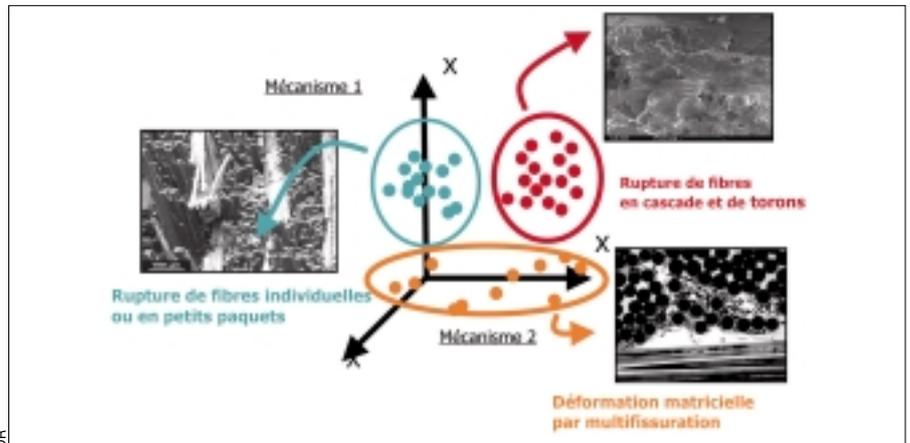

Figure 1 : Identification des modes d'endommagement à partir des signaux d'émission acoustique.
- Développer la méthode de classification en créant une bibliothèque de signaux labellisés permettant de passer à une classification supervisée pouvant être utilisée en temps réel. Une fois que la signature acoustique des mécanismes source est identifiée, une bibliothèque de signaux est disponible afin d'identifier en temps réel le mode d'endommagement et d'estimer sa sévérité. Il suffit alors de comparer le signal reçu à ceux de la bibliothèque (cf. figure 1).